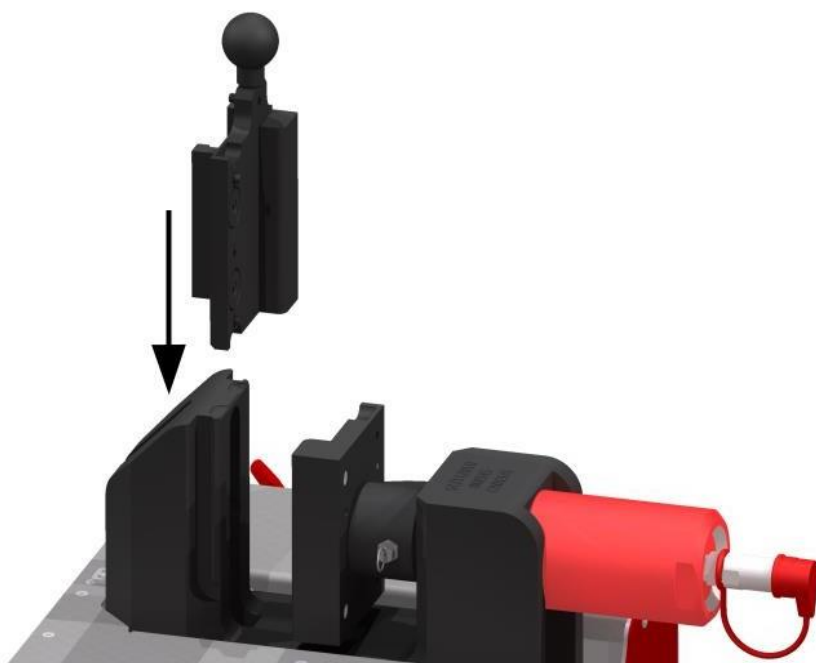

Рис. 18. Монтаж вставки для зміщення.
6. Розмір зміщення визначається шляхом зміни пластин для зміщення (рис. 18, поз. 1). Пластини монтуються за допомогою магнітів і встановлюються на напрямні штифти. Для виконання зміщення встановіть дві однакові пластини, марковані значенням зміщення шини (рис. 18, поз. 2). Стандартні пластини дозволяють виконати зміщення: 12; 10; 8; 6; 5 мм.